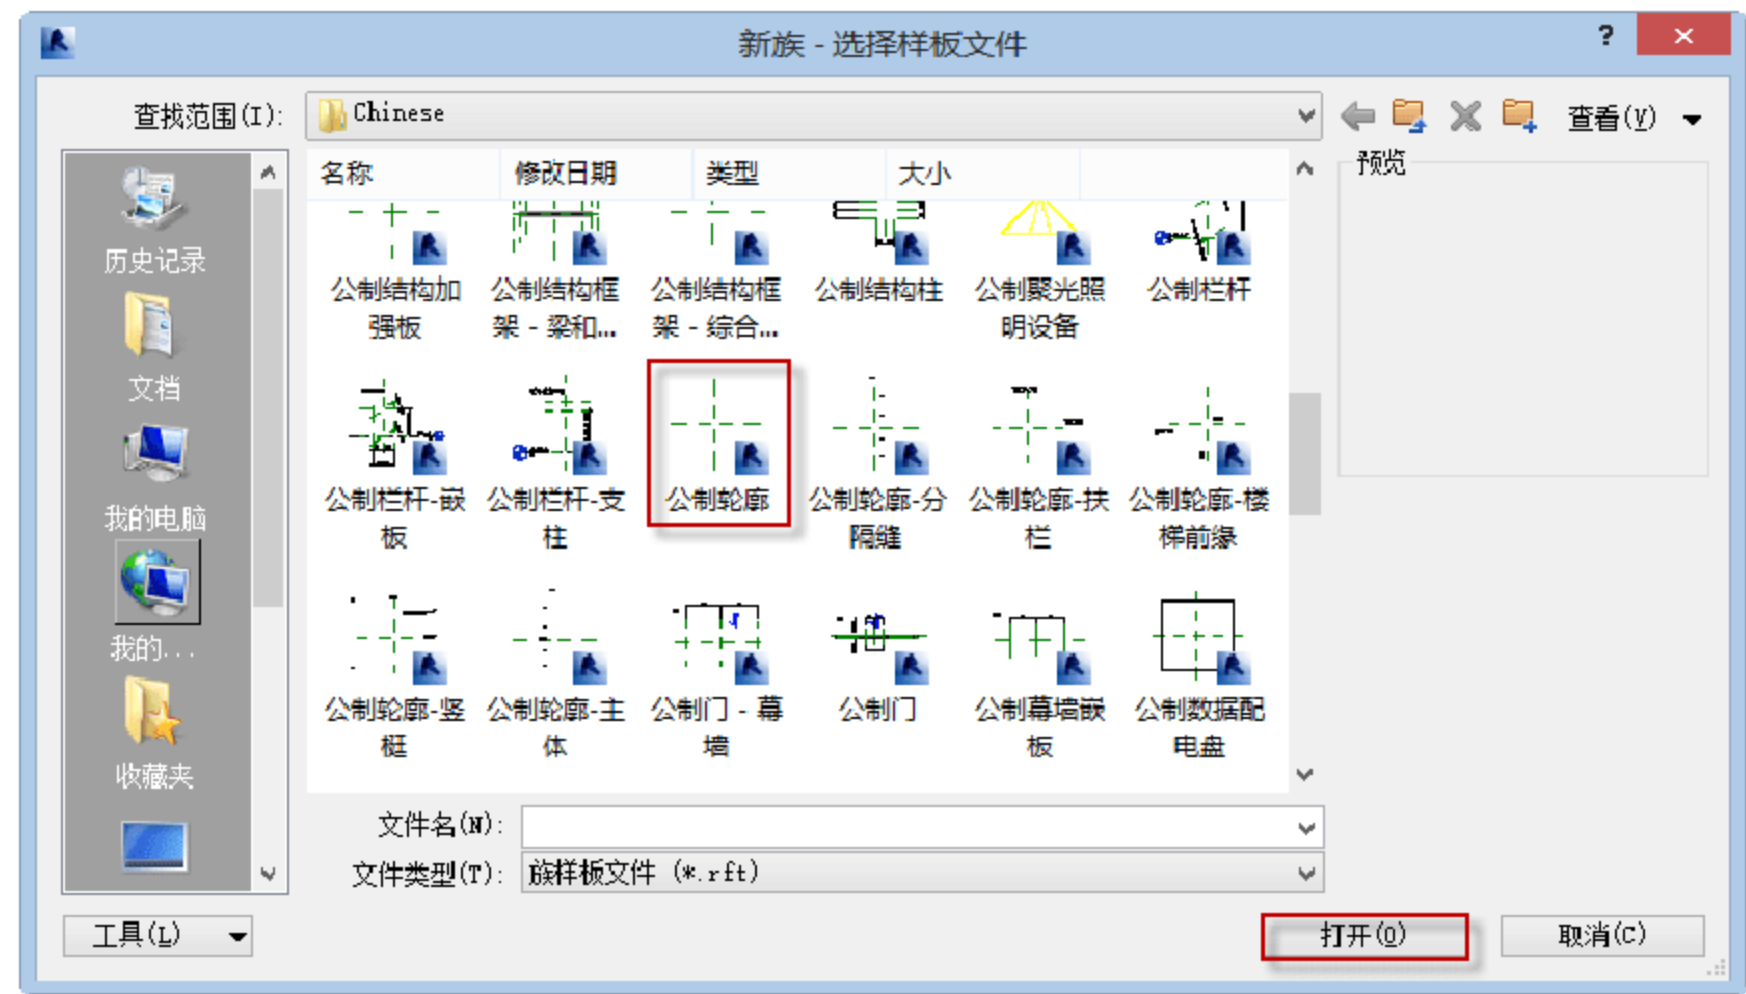

图 8.2.34 新建属性类别
(1) 选择“应用程序”→“新建”→“族”命令，在弹出的族样板文件夹对话框中选择“公制轮廓.rfa”族文件，单击“打开”按钮，如图 8.2.34 所示。